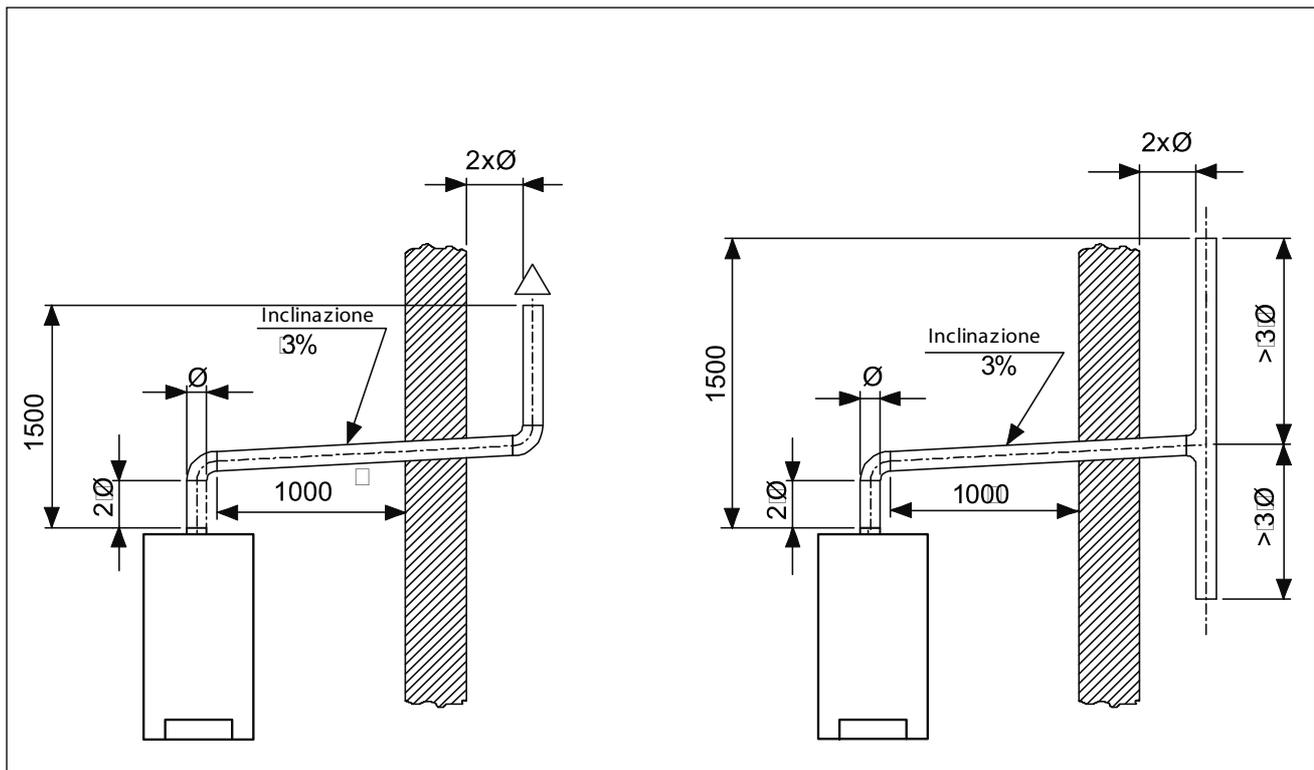

Fig. 12 Sistemi di scarico fumi versione SMILE Aspirata
- che il tratto di tubo fumi in uscita della caldaia fino all'entrata del camino. prima della curva, ci sia un tratto verticale di lunghezza almeno doppia al suo diametro (vedi fig. 12).
- La differenza d'altezza tra l'attacco dello scarico fumi sulla caldaia e l'estremità dello scarico fumi deve misurare almeno 1,5 m (fig. 12).